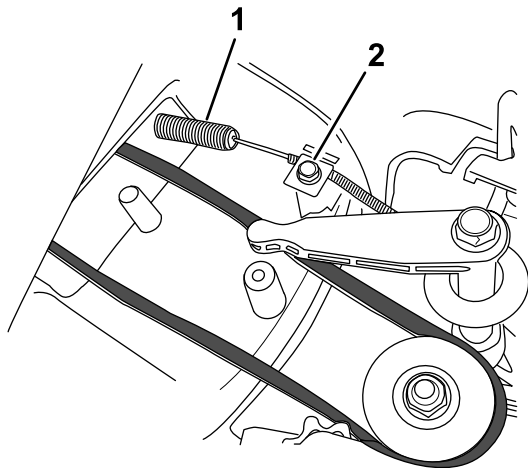

Figura 33
4. Montai noul cablu pentru sistemul Blade-Brake, dar nu strângeți clema cablului de la partea superioară a carcasei mâinii de tuns iarba (Figura 33).
5. Slăbești urubul clemei cablului (Figura 33).